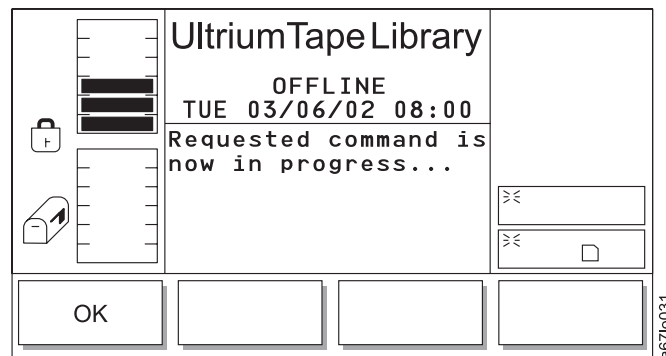
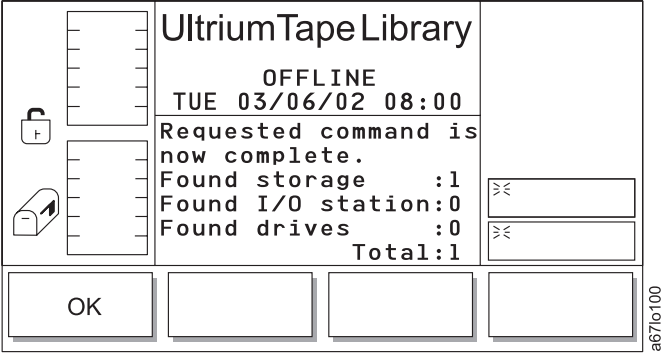

Abbildung 124. Fortschrittsdialog
Abbildung 125. Beendigungsdialog
- Wird **OK** ausgewählt, werden die Felder akzeptiert, und der Fortschrittsdialog gefolgt vom Beendigungsdialog erscheint (siehe Abb. 124 und Abb. 125 auf Seite 142).
Tabelle 73. Übersetzung von Abb. 124, Fortschrittsdialog
Tabelle 74. Übersetzung von Abb. 125, Beendigungsdialog